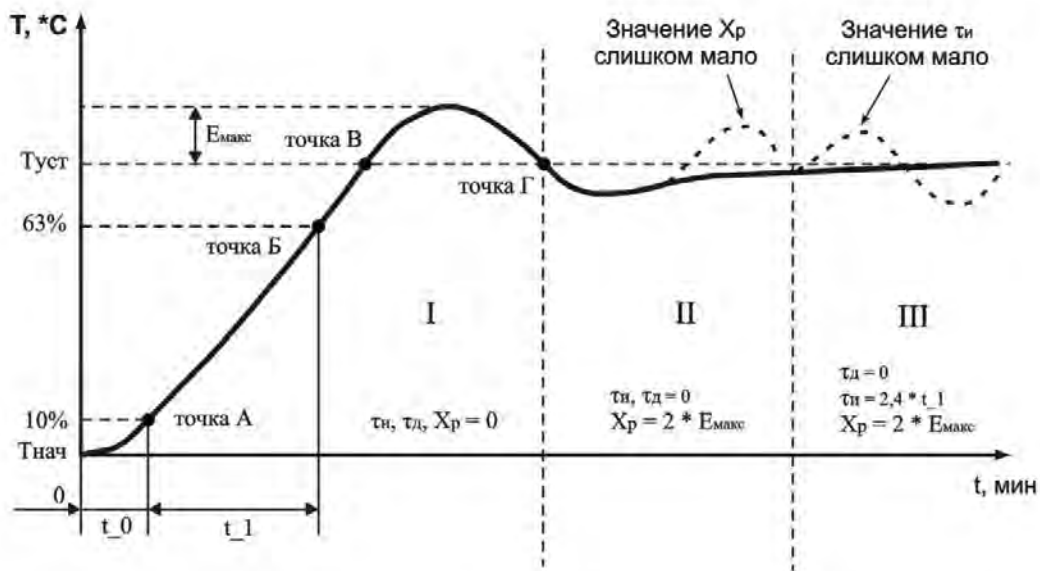

Рисунок 6.1 Ручная настройка ПИД-регулятора
7.2.5.2.3 Установить значение параметра  $cH1 = 3$  ( $cH2$ ,  $cH3$ ,  $cH4$ ). После нажатия кнопки **ВВОД**, на индикаторе отобразится мигающая надпись “P d” с соответствующим индикатором номера настраиваемого канала в течении времени 10 сек (время может меняться в зависимости от установленного времени фильтра  $Ft1$ ,  $Ft2$ ,  $Ft3$ ,  $Ft4$ ). По окончании времени регулятор выдаст непрерывный максимальный выходной сигнал и на дисплее отобразится текущая температура с точкой в младшем разряде “xxx.”. В результате чего выходное реле нагрузки будет включено до тех пор, пока не будет достигнута величина температуры равная  $SP$  ( $T_{уст}$ ). После выключения реле нагрузки (стадия I, точка B на рисунке 6.1) некоторое время температура по инерции будет продолжать увеличиваться. Как только контролируемая температура опустится ниже  $SP$  ( $T_{уст}$ ), процесс автонастройки заканчивается (точка Г рисунок 6.1), на дисплее отображается непрерывная надпись “P d”. TP-101 вычисляет коэффициенты ПИД регулятора: полосу пропорциональности  $X_p$ , постоянную времени интегрирования  $T_{и}$ , постоянную времени дифференцирования  $T_{д}$ . После окончания автонастройки необходимо нажатием кнопки **МЕНЮ** перевести прибор в режим программирования, в котором можно посмотреть и скорректировать полученные значения коэффициентов.
7.2.5.3.6 Измерить максимальное значение перерегулирования между точками B и Г ( $E_{макс}$ , рисунок 6.1).